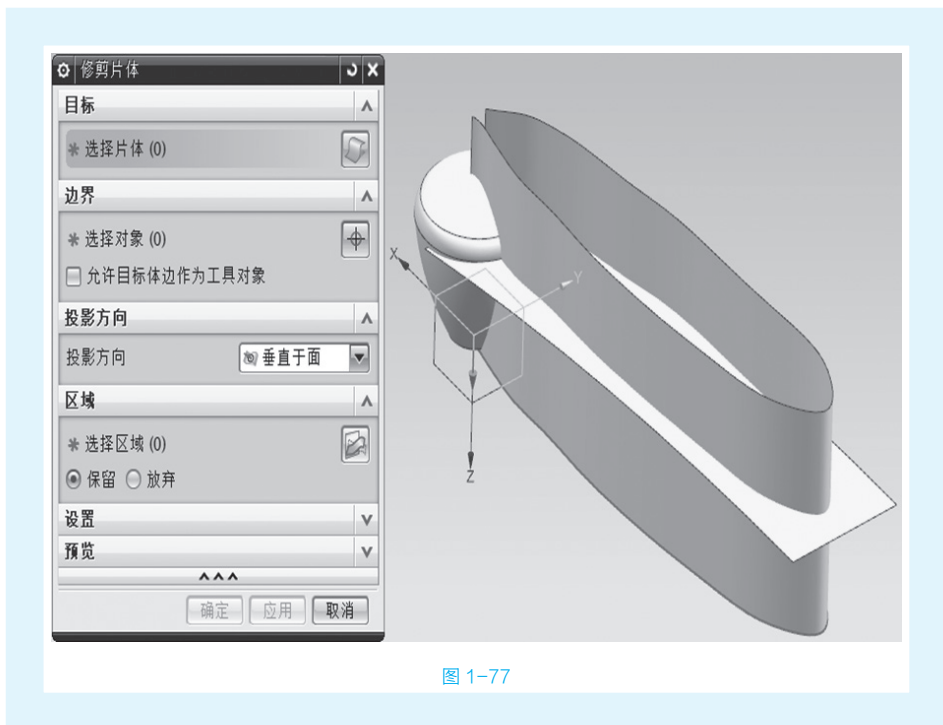

图 1-77
(11) 在“特征”组的“更多”命令库中选择执行“修剪片体”命令，打开“修剪片体”对话框。选择拉伸曲面 1 作为目标，选择拉伸曲面 2 为修剪边界，确定拉伸曲面 2 范围外的区域为舍弃区域，单击“确定”按钮完成曲面的修剪，如图 1-77 所示。